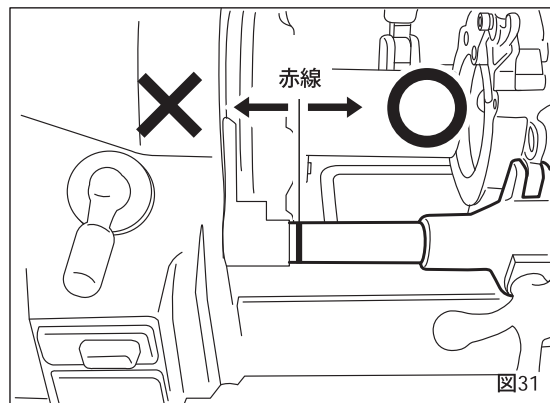

図31
- ねじ切りは往復台を受パイプの赤線の右側 (手前) から始めてください。事故や破損の原因となります。(図31)
- ①希望するサイズにセットされているか確認してください。